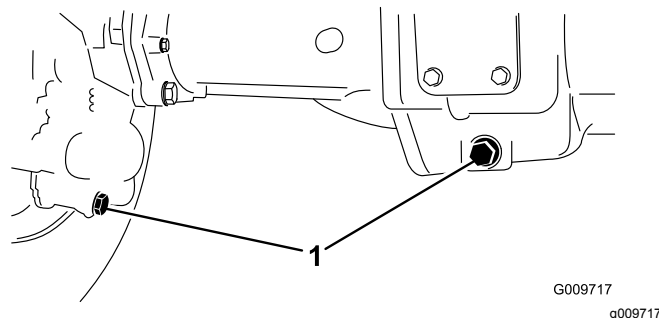

Figure 63
2. Nettoyez la surface autour des 3 bouchons de vidange, 1 à chaque extrémité et 1 au centre (Figure 63).